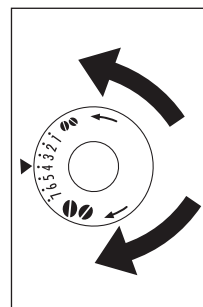

Fig. 40
- ▶ Para una dispensación más rápida (no gota a gota), gire hacia la derecha que oiga un clic (café premolido más grueso) (Fig. 40).